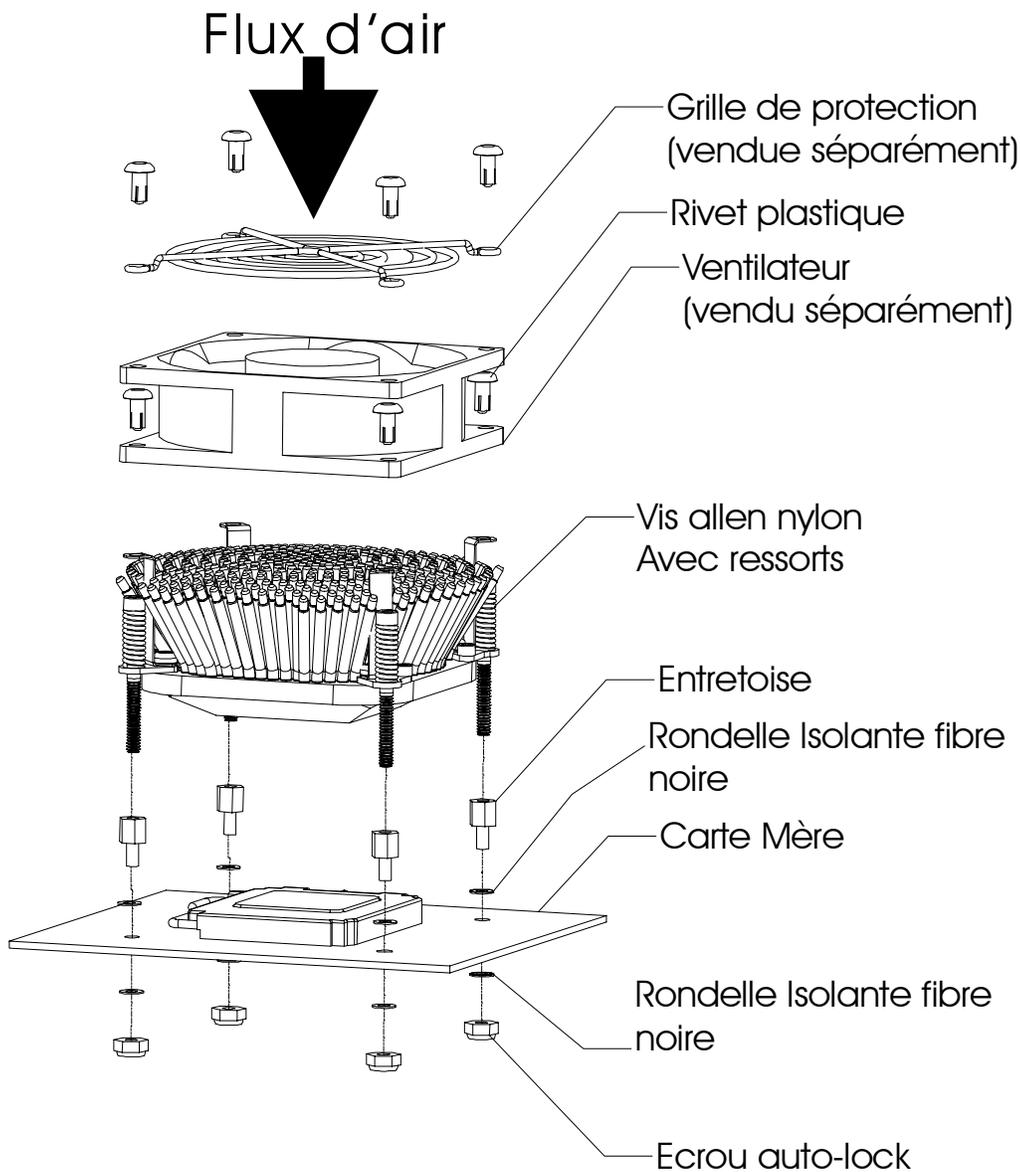

Figure 1
- Positionnez le dissipateur sur le processeur comme indique en figure 1, et alignez les vis de fixation avec les entretoises.